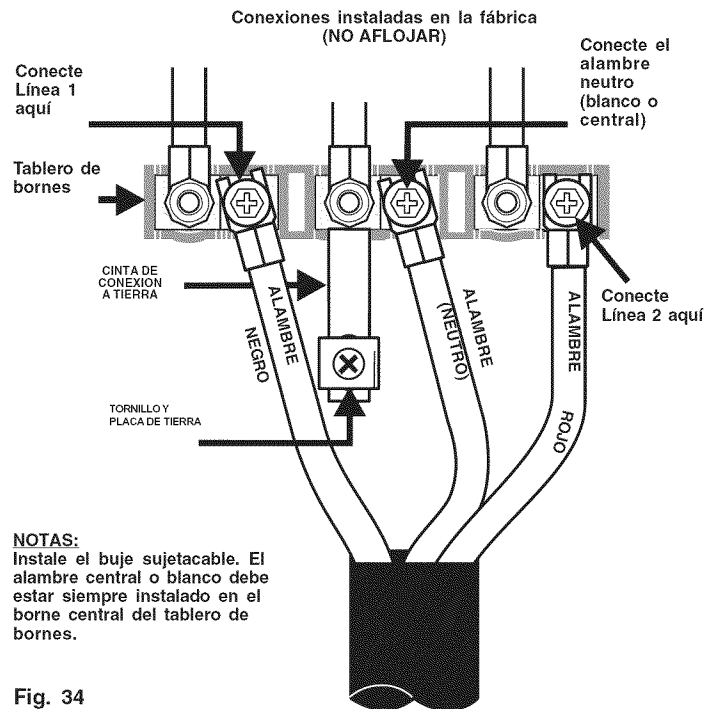

Fig. 34
B Instrucciones para conexión trifilar (para instalaciones existentes SOLAMENTE -Consulte la Fig. 34):
2. Inserte los conectores de extremo para la Línea 1, Línea 2 y Neutro y apriete firmemente en el tablero de bornes (Ver Fig. 34)